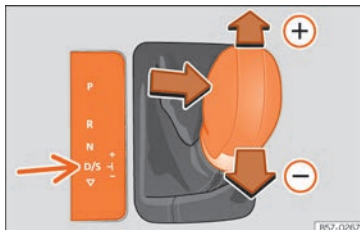

Fig. 245 Consola central: cambiar con tiptronic.
- Tire de la palanca selectora hacia adelante  para insertar una marcha superior **>>> fig. 245.**